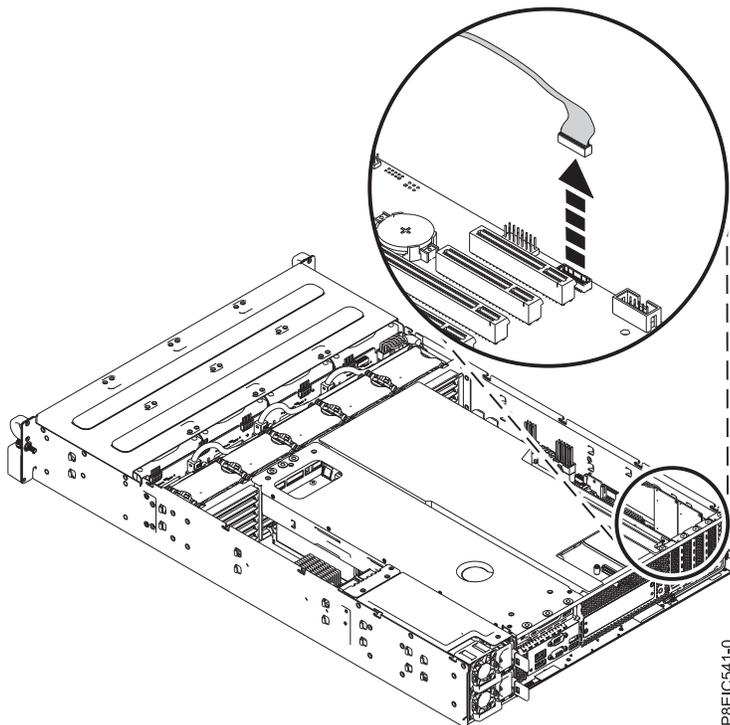

Figura 107. Desconexión del cable de USB frontal
2. Quite el cable de señal del USB frontal de la placa posterior del sistema, tal como se muestra en Figura 107.